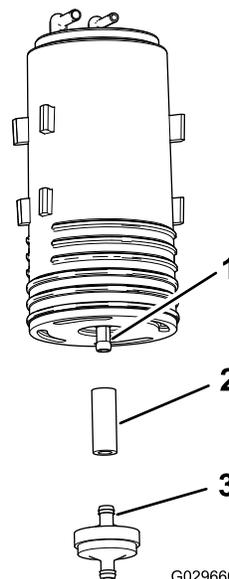

图 46
5. 将软管安装到新碳罐的下接头 图 46。
6. 将新碳罐过滤器的接头插入软管 图 46。